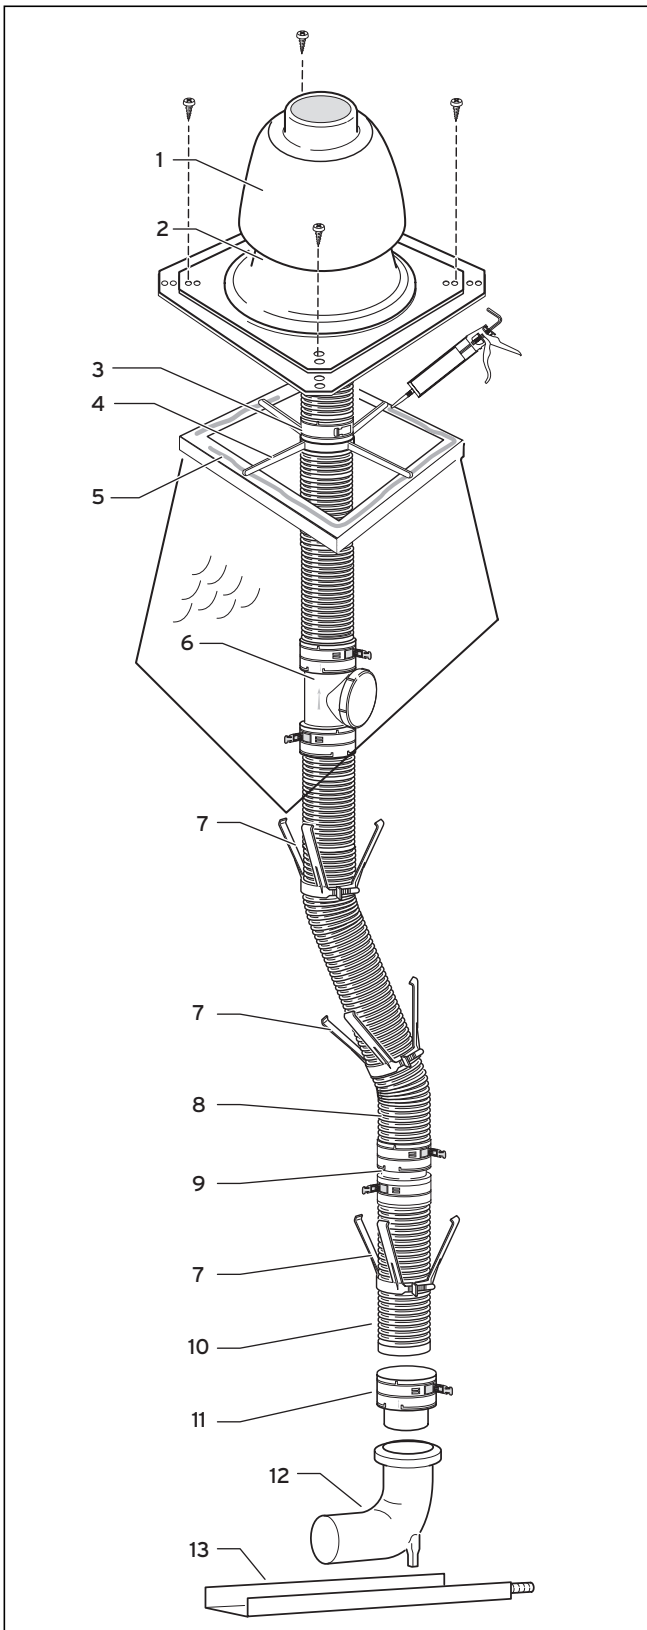

Abb. 6.36 Systemaufbau flexible Abgasleitung
- Schieben Sie das untere Ende der Abgasleitung (10) bis zum Anschlag in das Einsteckelement (11) und befestigen Sie es mit den Klick-Verschlüssen.
- Montieren Sie die Abstandshalter (7, siehe Abb. 6.36) im Abstand von maximal 2 m an der Abgasleitung.
- Schieben Sie das Montagekreuz (4) über die Abgasleitung (8) auf die Schachtwange, siehe Abb. 6.36.
6.10.3 Schachtabdeckung aus Kunststoff (PP) montieren
- Schieben Sie den Anschlussring (3) über die Abgasleitung (8) und fixieren Sie ihn mit den Klick-Verschlüssen über dem Montagekreuz (4). Die Abgasleitung hängt im Montagekreuz.
- Dichten Sie den Mündungsrand (5) mit Silikon ab.
- Befestigen Sie den Fuß des Schachtaufsatzes (2, Abb. 6.36) mit vier Schrauben auf dem Mündungsrand.